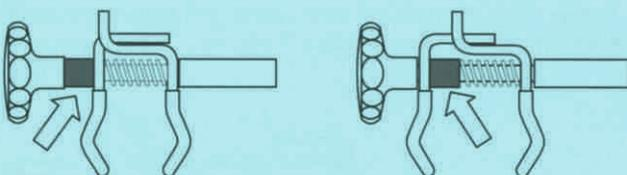

Abb. 5
4. Für Fahrradrahmen mit einem starken Durchmesser (bspw. Oversize Rahmen für Mountain-Bikes von ca. 35 mm und mehr) wird die Kunststoffhülse des Haltearms ummontiert (Siehe Abb. 5).